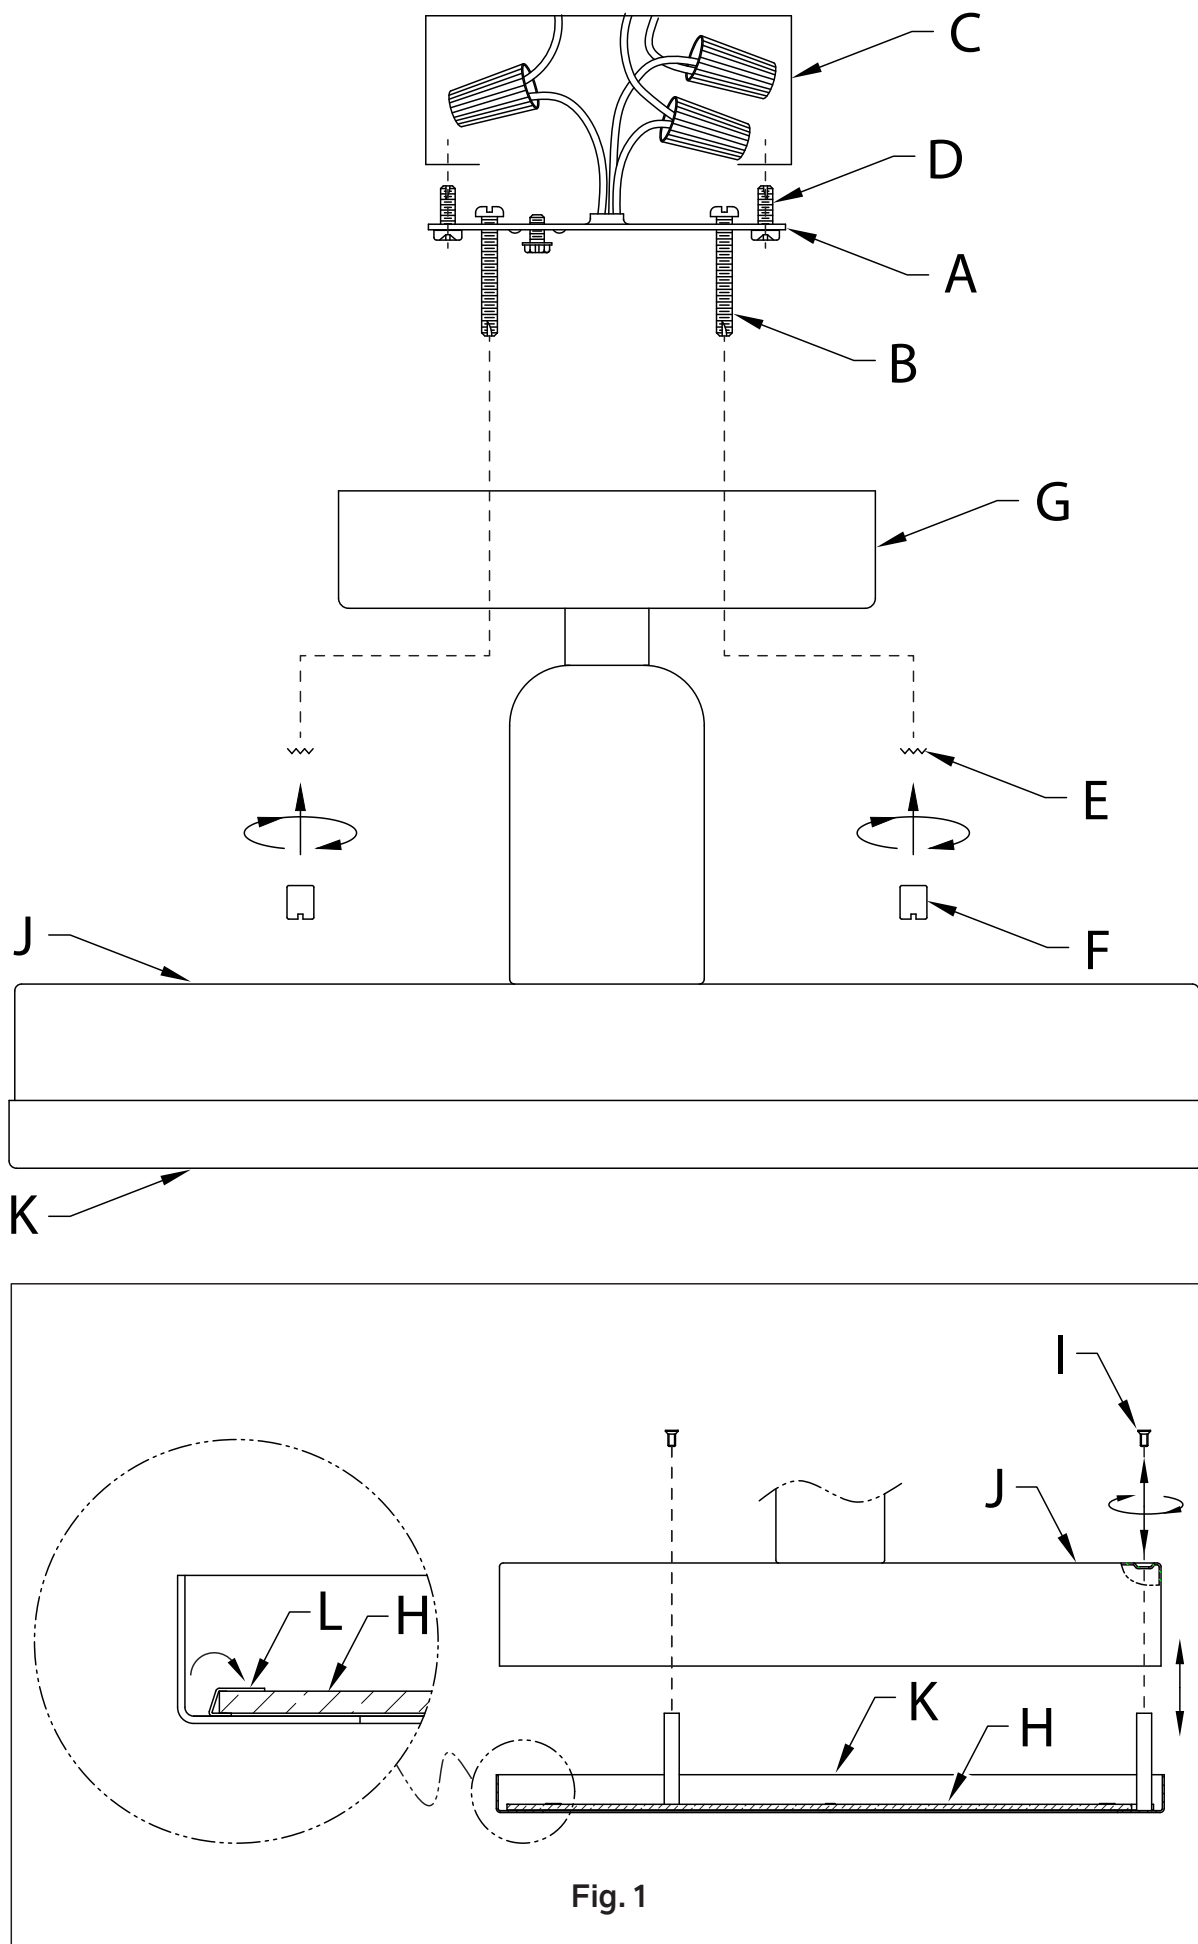

Fig. 1
- Dévissez les vis à tête fraisée **[I]** du haut du corps principal **[J]** (voir Fig. 1).